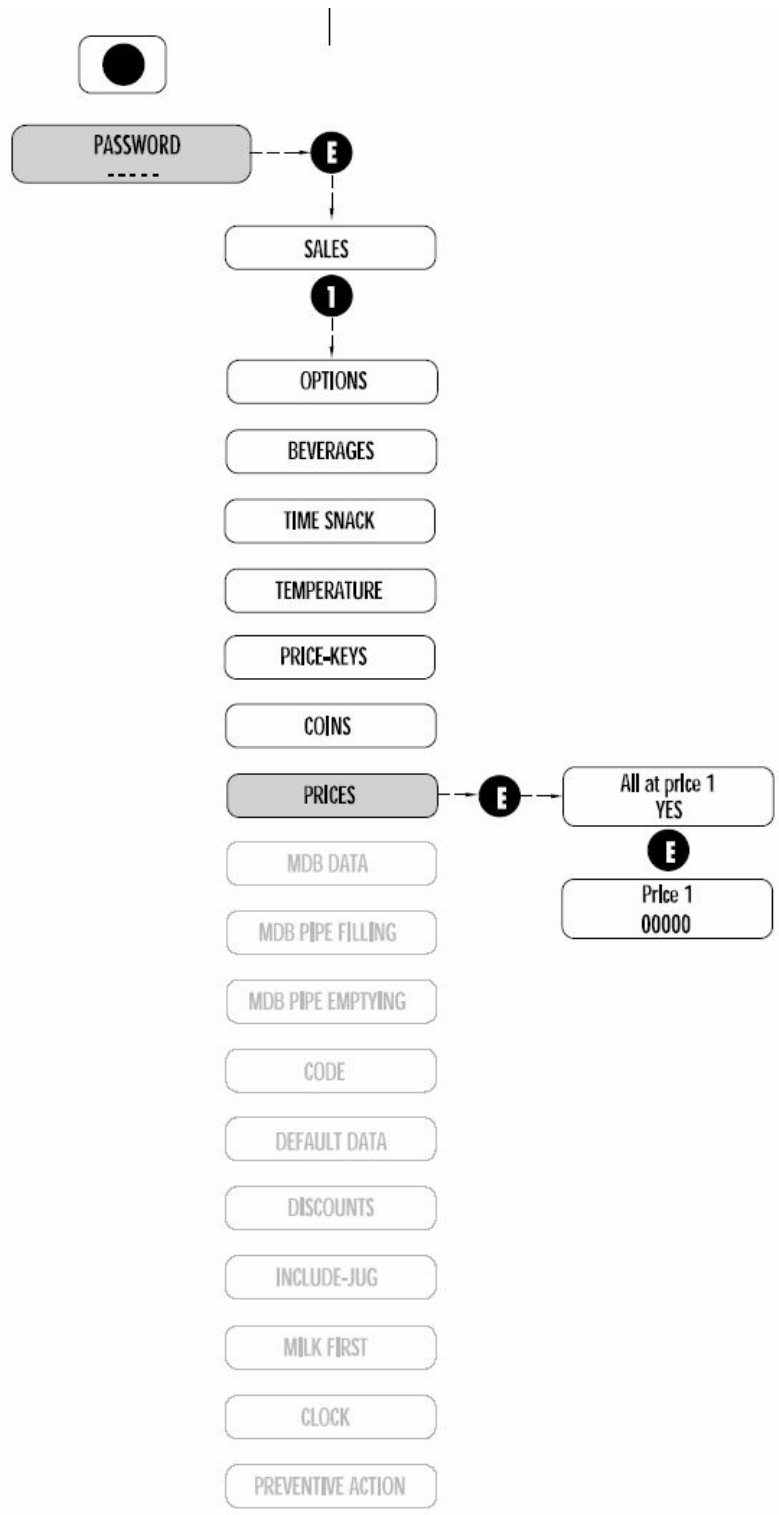

Рис. 7.11
7.2.8 ЗНАЧЕНИЯ ЦЕНЫ (Рис. 7.11)